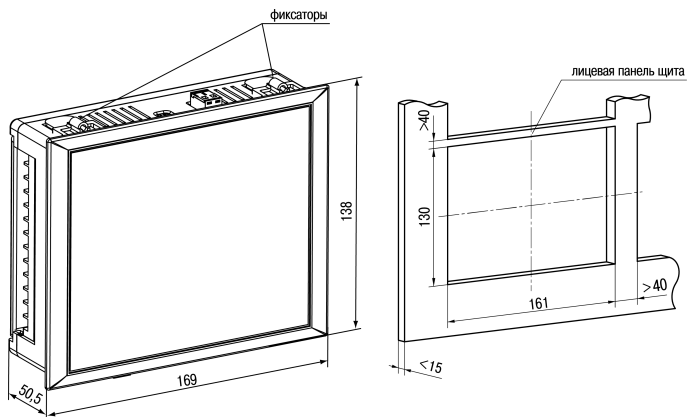

Рисунок 4.2 – Габаритные размеры корпуса Щ7
1. Подготовить на щите управления монтажный вырез для установки прибора (см. *рисунок 4.2*).